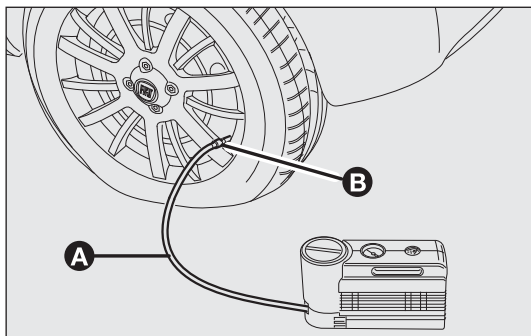

рис. 133
- Введите рычаг стояночного тормоза. Отвинтите колпачок ниппеля шины, выньте прозрачную трубку для заполнения А – рис. 133 и привинтите зажимное кольцо В на ниппель шины.